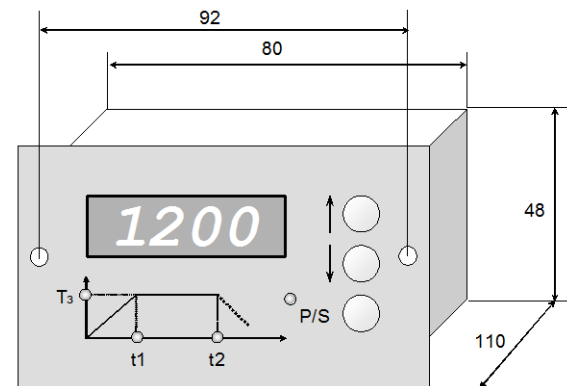

Рисунок 3.1 - Общий вид прибора
3.1 Конструктивно все элементы прибора объединены в блок, заключенный в металлический корпус (Рисунок 3.1). Последний рассчитан на щитовой утопленный монтаж на верти-